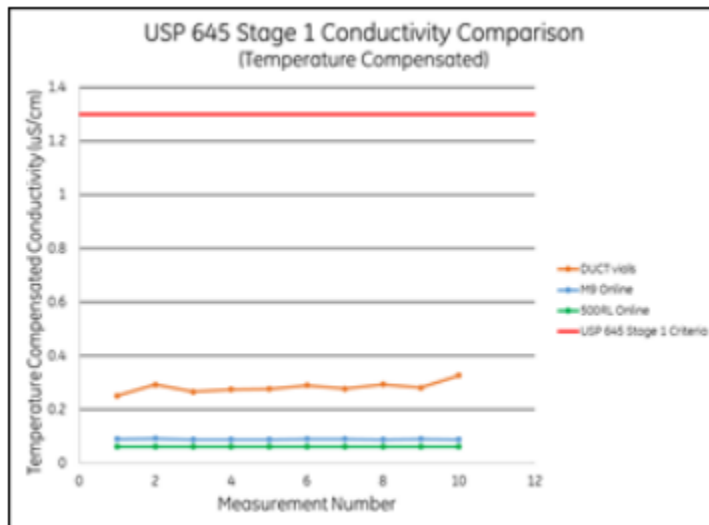

図1. オンラインサンプルとグラブサンプルの導電率データ。オンラインとグラブの導電率の差は、ステージ1の基準値と比較するとごくわずかです。
- **Sievers M9：**M9は適切な容器（TOC&導電率の両用（DUCT）バイアル）を使って、ステージ1の導電率をオンラインとオフラインの両方で測定します。DUCTバイアルにより、サンプルが汚染されることはありません。図1は、M9で導電率をオンライン測定した場合と、DUCTバイアルにサンプリングして測定した場合の差がごくわずかであることを示しています。ステージ1の許容基準は、25°Cのサンプルを想定した1.3 $\mu\text{S}/\text{cm}$ の赤線で示しています。このデータは、オンライン測定とDUCTバイアルに採取されたグラブサンプルの間には差があるものの、許容基準と比較するとその差はごくわずかであることを示しています。